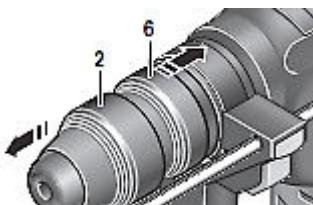

Рисунок 2
**3.5** Для зняття патрона відтягніть DFR-кільце (6) назад, притримайте його в цьому положенні і вийміть раніше встановлений змінний патрон (SDS-plus або швидко-затискний патрон) вперед з гніза (дивіться рисунок 2).